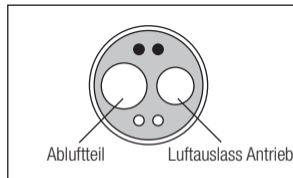

Abb. 7
- 3) Setzen Sie die Sprühdüse in den Antriebsluftauslass des Motors ein. Halten Sie den Motor fest und sprühen Sie für die Dauer von etwa 2-3 Sekunden. Tragen Sie Schmiermittel auf, bis es mindestens 2 Sekunden lang aus dem Abluftteil austritt. (Abb. 7)
- 2) Geben Sie 1-2 Tropfen Schmieröl in den in Abb.7 gezeigten Antriebsluftauslass.